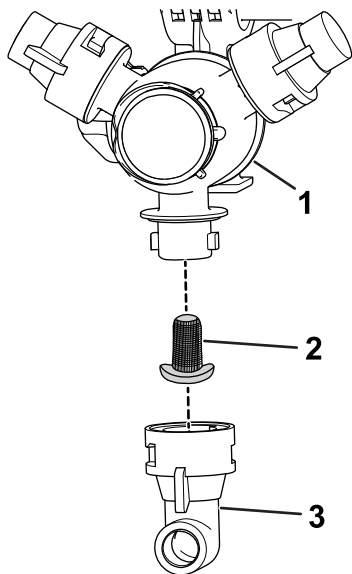

Figure 49
2. Déposez la buse de la tourelle de pulvérisation (Figure 49).
3. Déposez le filtre de buse (Figure 49).
5. Montez le filtre de buse (Figure 49).
6. Montez la buse sur la tourelle de pulvérisation (Figure 49).